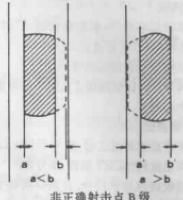
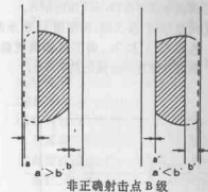

图21
图22
- 但如图 21 和图 22 所示的非正确射击点的情况, 只要改变色彩纯度调节磁铁的位置, 两电子束掺合的现象便容易发生;
②如果出现图 21 和图 22 所示的情况, 电子束的半圆形化便可能成为问题, 就有可能出现拱顶问题, 因此一定要保证有精确的着色点的调整。